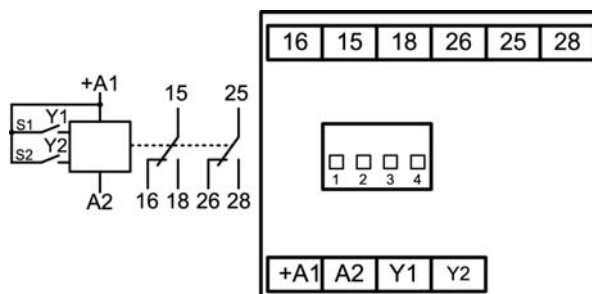

Рис. 2
Обнуление сосчитанного количества импульсов (N) или установка реле в исходное состояние во время отсчёта установленной выдержки времени осуществляется по переднему фронту команды «Сброс». По заднему фронту команды «Сброс» счёт импульсов заново возобновляется. Во время действия команды «Сброс» счётный вход заблокирован. Команда «Сброс» подаётся на вход «Y2». Имеется возможность изменение уставки во время подсчёта импульсов. При изменении уставки в меньшую сторону и, если сосчитанное количество импульсов оказывается больше значения новой уставки, реле переключится на установленное время «t» согласно выбранной диаграмме работы и вернётся в исходное состояние, при этом счётчик обнулится. В других случаях подсчёт импульсов будет продолжен до установленного нового значения. Напряжение питания DC24-240В подаётся на клеммы «+A1» и «A2» (соблюдать полярность), напряжение AC24-240В - так же на клеммы «A1» и «A2». Сигналы внешнего сброса и входных импульсов можно сформировать путём замыкания и размыкания клемм «Y1» - «A1» - (счёт), «Y2» - «A1» - (сброс). Схема подключения реле приведена на рис. 2.